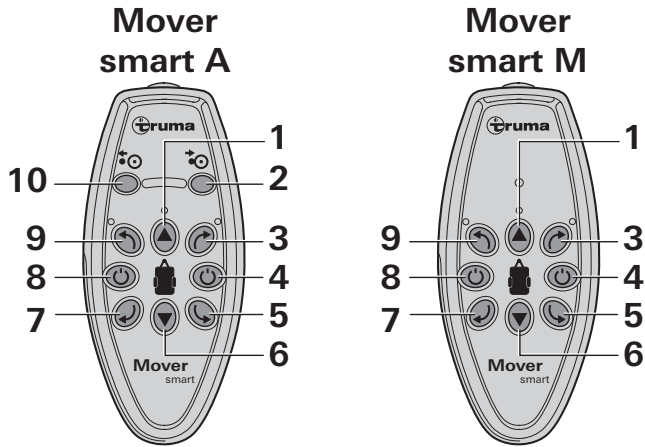
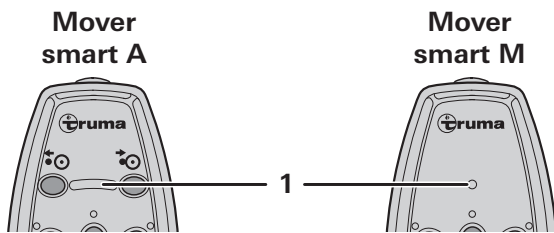

Bild 2
Bild 6
- Taste (Bild 2 - 8) auf der Fernbedienung drücken bis die LEDs aufleuchten (Bild 6 - 1).
**!** Die „Ausschalten“ Taste (Bild 2 - 4) der Fernbedienung dient auch als „Not-Aus-Schalter“. Bei Auffälligkeiten, z. B. unkontrolliertes Verhalten des Movers muss die „Ausschalten“ Taste sofort gedrückt werden.
- Mit den Richtungstasten (Bild 2 - 3/5/6/7/9) den Wohnwagen in die gewünschte Richtung bewegen.
**i** Werden die gegenüberliegenden Richtungstasten (Bild 2 - 5/9 oder 3/7) gleichzeitig gedrückt, rotiert der Wohnwagen um die eigne Achse in der jeweiligen Richtung.
- Während der Fahrt (Vorwärts/Rückwärts) kann mit den Richtungstasten (Bild 2 - 3/9 und 5/7) die Fahrtrichtung geändert werden.